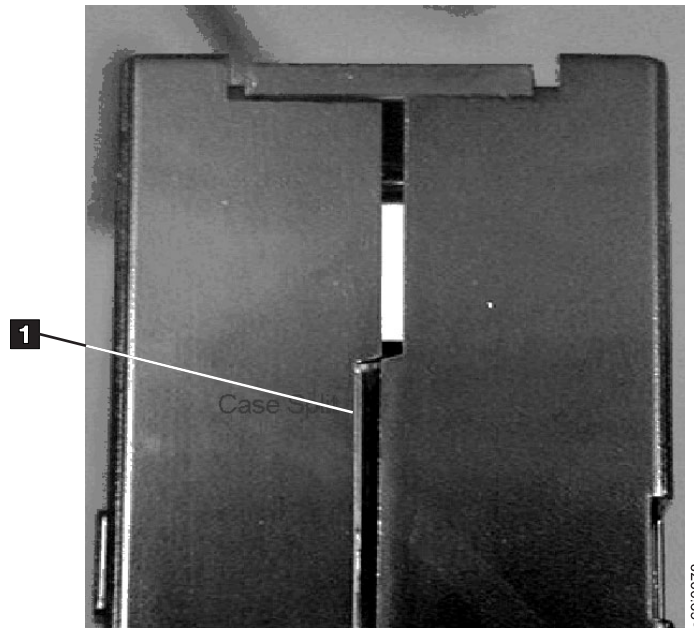
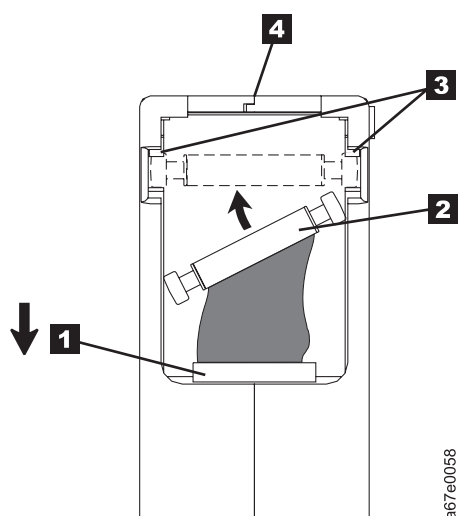

図 8-7. カートリッジの継ぎ目のすき間の検査
図 8-9. 外れた先行ピンの正しい位置への配置： 先行ピンが見えるように、カートリッジ・ドアが開いています。
- カートリッジの背面 (テープ・ロード・コンパートメントに最初にロードする部分) を検査して、カートリッジ・ケースの継ぎ目 (8-12 ページの図 8-7 の **1** および 8-14 ページの図 8-9 の **4**) にすき間がないことを確認します。継ぎ目にすき間がある場合 (8-12 ページの図 8-7 を参照) は、先行ピンが外れている可能性が
1. カートリッジ・ドア (図 8-9 の **1**) をスライドさせて開き、先行ピン (図 8-9 の **2**) を探します。場合によっては、カートリッジを静かに振ってドアの方向にピンを転がす必要があります。
2. プラスチック製または先端が鋭くないピンセットで先行ピンをつかみ、ピン保持スプリング・クリップ (図 8-9 の **3**) に取り付けます。テープに手を触れないように注意してください。